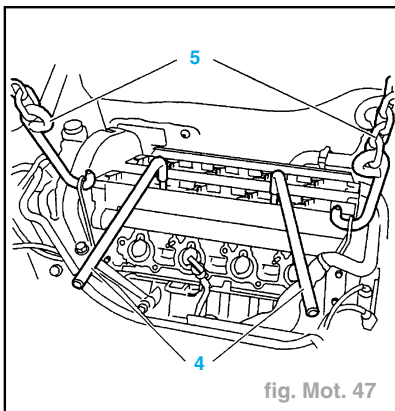

fig. Mot. 47
- Poser les outils (4) et (5) (références : 149-T et 2517-TB) (fig. Mot. 47).
- Basculer et décoller la culasse à l'aide des leviers (4) (si nécessaire).
- Basculer et découler la culasse et collecteur, à l'aide des leviers (4) (si nécessaire).